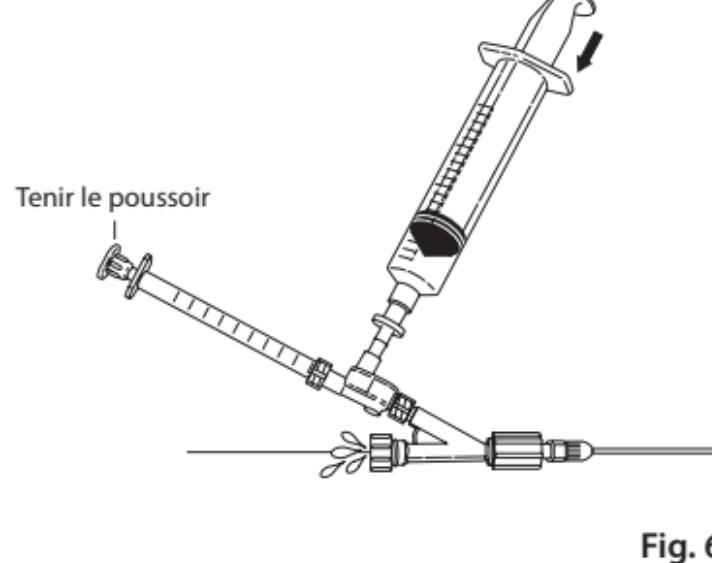

Fig. 6
- Purger le système de toute bulle d'air restante en appuyant lentement sur la seringue de 20 mL tout en maintenant la seringue de 1 mL fixe afin d'évacuer toutes les bulles d'air éventuelles. Une fois le système purgé, serrer la valve Tuohy-Borst sur l'obturateur terminal. (**Fig. 6**)